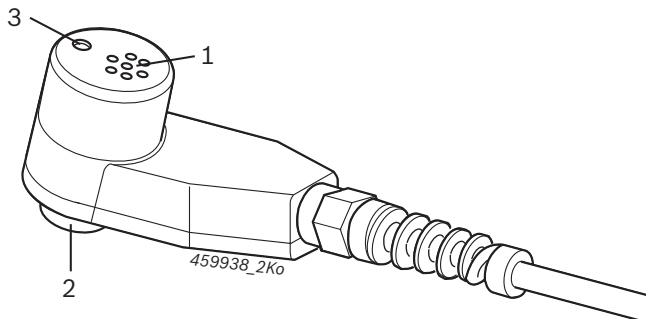

Fig. 2: Sensor combinado
! Con el BEA 030, BEA 055, BEA 060 o BEA 065 sólo se puede establecer una conexión con el BEA 040 mediante el cable de conexión 1 684 463 810 (accesorios especiales). En este caso, el producto BEA 040 está alimentado a través del cable de conexión 1 684 463 810 a través de BEA 030, BEA 055, BEA 060 o BEA 065 y la fuente de alimentación (fig. 2, pos. 4) no se debe conectar.